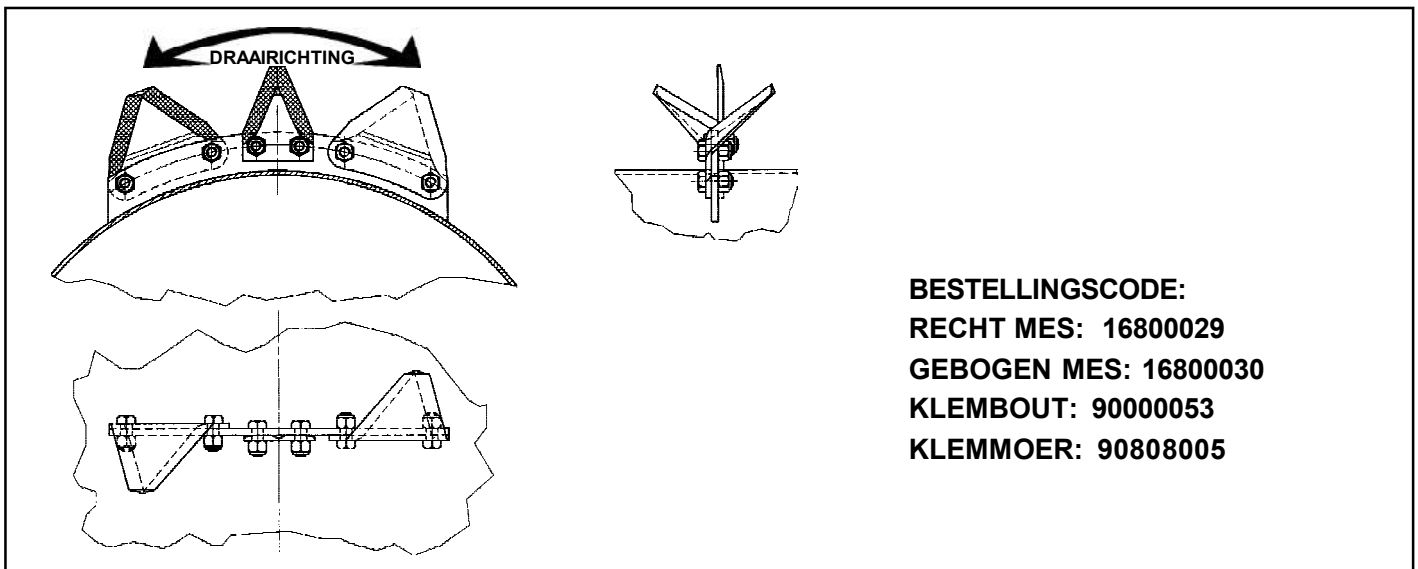

FIG. 26
- 3) De messen vervangen (Fig. 26).